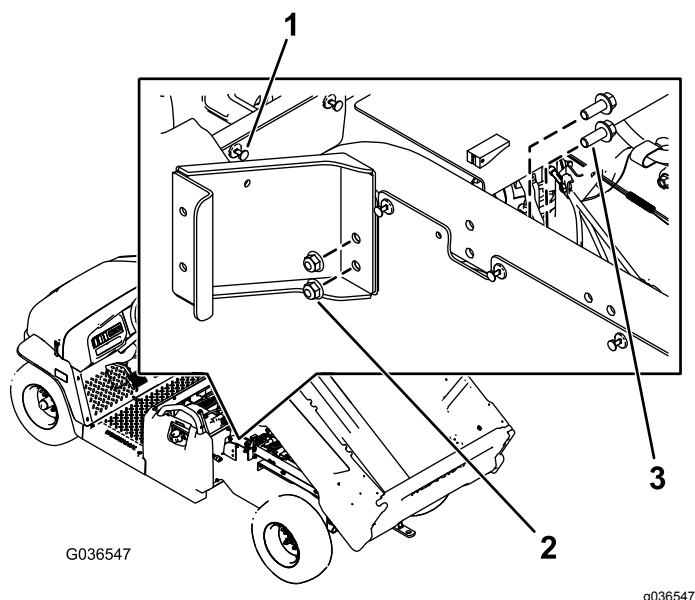

Рисунок 1
- В. Установите левый петлеобразный кронштейн с помощью двух болтов с шестигранными фланцевыми головками (3/8 x 1 дюйм) и двух гаек (3/8 дюйма), как показано на Рисунок 1.